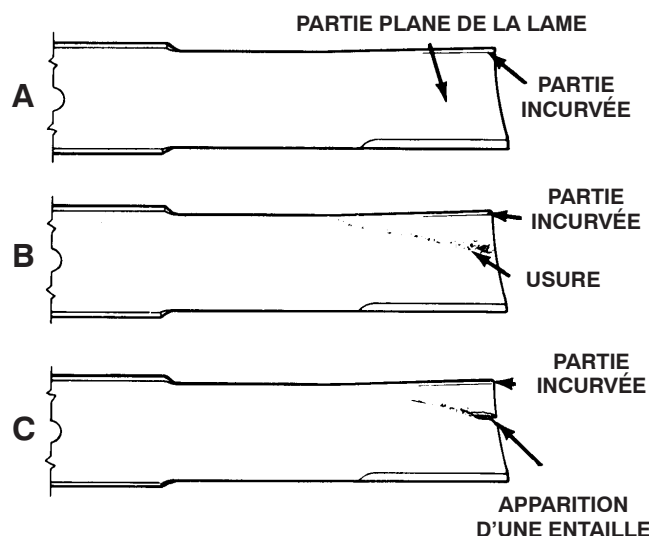

Figure 31
2. Examinez attentivement les tranchants de la lame, particulièrement au point de rencontre des parties plane et incurvée (Fig. 31-A). Le sable et les matières abrasives peuvent éroder le métal à cet endroit, c'est pourquoi il est important de contrôler l'état de la lame avant d'utiliser la tondeuse. Remplacez la lame si elle est usée (Fig. 31-B).
Si la lame est trop usée, une entaille se forme entre la partie incurvée et la partie plane (Fig. 31-C). La lame risque alors de se briser et un morceau peut être projeté du dessous de la machine, vous blessant gravement, vous ou une personne à proximité.